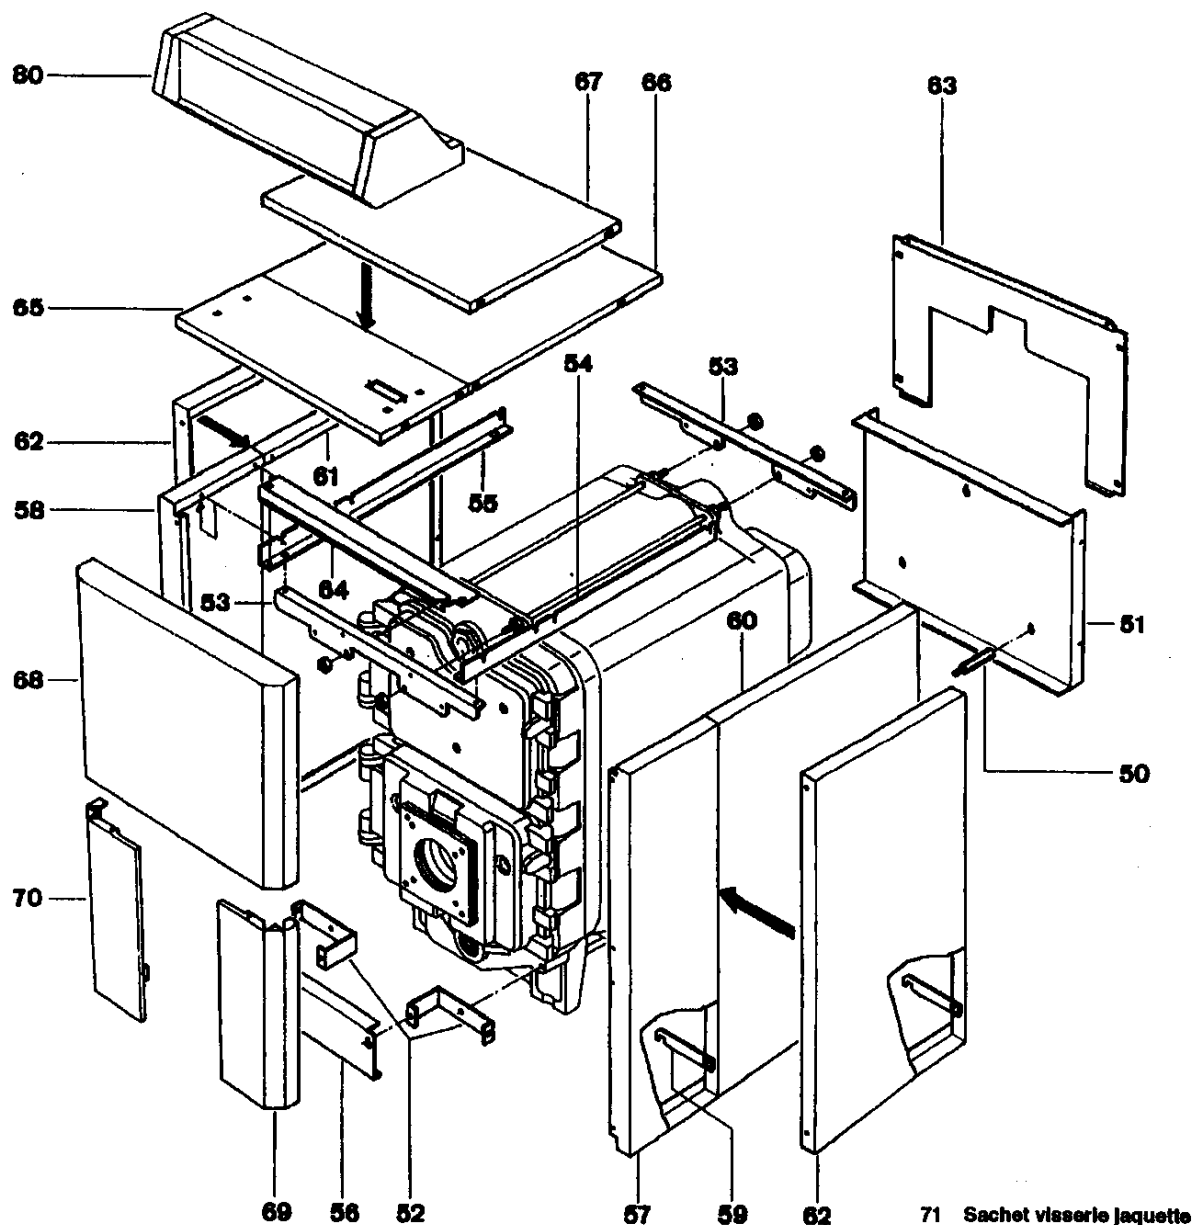

Fig. 15
Entretoise arrière (50) (voir figure 15)	<ul style="list-style-type: none"> <li>• Visser les entretoises hexagonales sur les 3 bossages de l'élément arrière et placer sur chaque entretoise une vis TH M 5 x 10.</li> </ul>